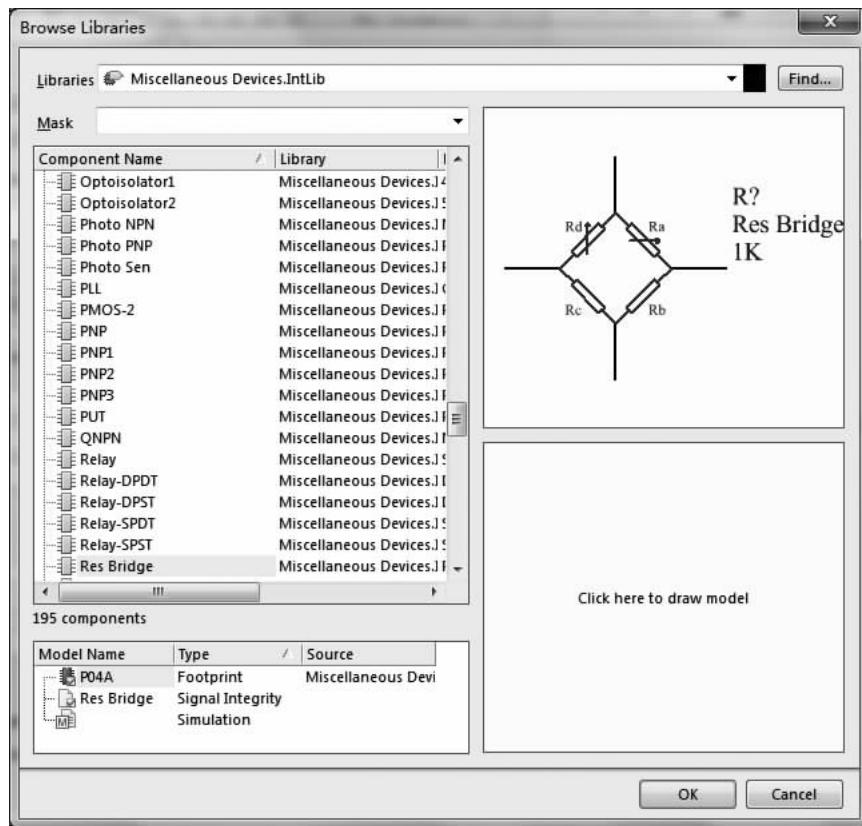

图 2-42 “Browse Libraries”对话框
(1)“Design Item ID”编辑框：用于设置元件在集成元件库中的名称。单击右侧的“Choose”按钮，弹出如图2-42所示的“Browse Libraries”对话框，可以在其中选择元件。